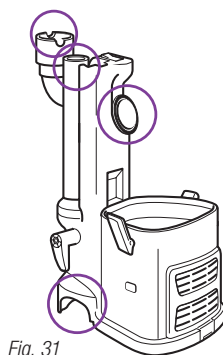

Fig. 31
- Retirez la coupelle à poussière et le tube-rallonge, puis séparez l'aspirateur portable *Lift-Away^{MD}* de la brosse à planchers motorisée. Vérifiez les quatre orifices pour détecter toute obstruction. (Fig. 31)